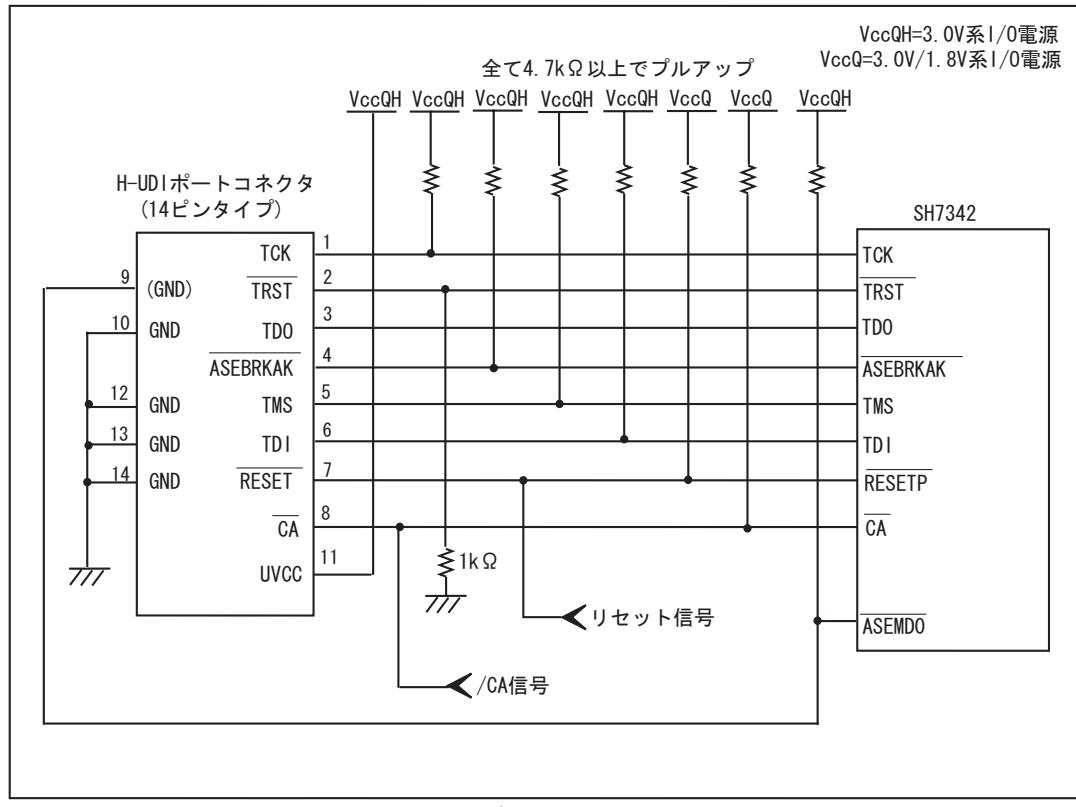

図 1.4 E10A-USB 使用時の H-UDI ポートコネクタ - チップ間の推奨接続例
- 図 1.4 推奨接続例で回路を組んだ場合の E10A-USB エミュレータのスイッチ設定:SW2=1, SW3=1